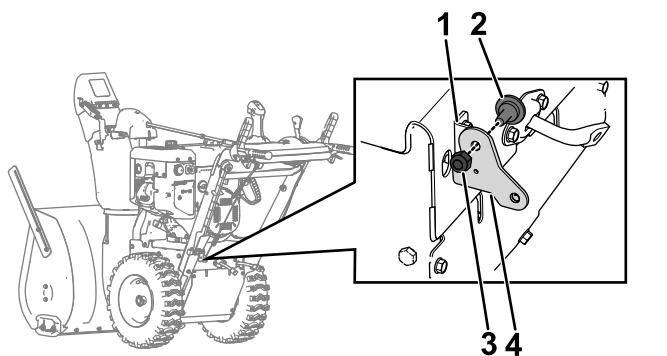

**Figura 5**
6. Na traseira da máquina, desencaixe o cabo de tração do suporte do cabo de tração (Figura 5).